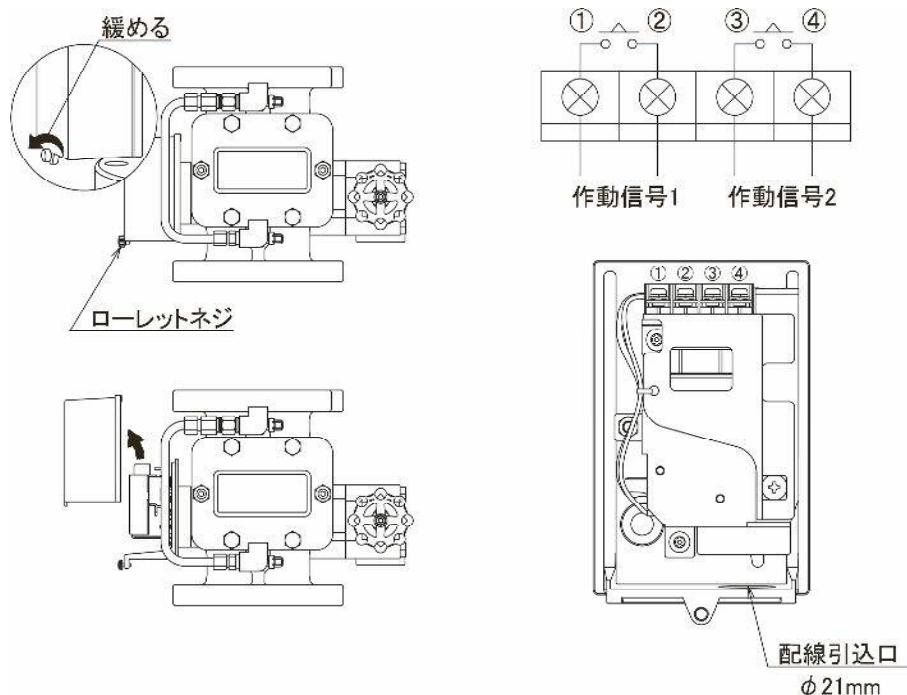

図10
接点容量は下表のとおりです。この範囲内でご使用ください。2a接点仕様ですので、結線は下図10に示す端子番号①－②、または③－④に接続してください。端子台への配線引込口は $\phi 21\text{mm}$ です。